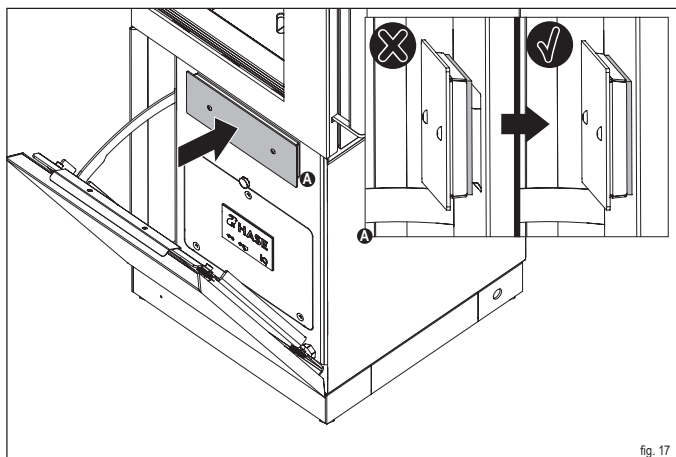

fig. 17
Durante l'inserimento assicurarsi che il cassetto di raccolta della cenere collida con la guarnizione (fig. 17). Si eviterà in tal modo di interferire con il processo di combustione a causa di un'alimentazione scorretta dell'aria. Per rimuovere il cassetto di raccolta della cenere procedere come segue:
- ✓ **Spingere il cassetto di raccolta della cenere di nuovo nell'apertura in modo tale che esso collida con la guarnizione (fig. 17).**
- ▶ **Spingere il cassetto di raccolta della cenere di nuovo nell'apertura (fig. 17).**